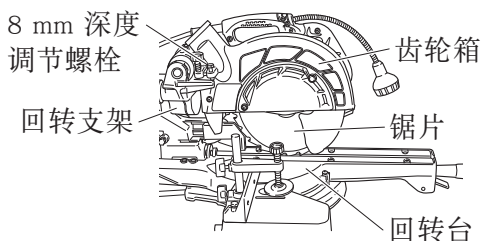
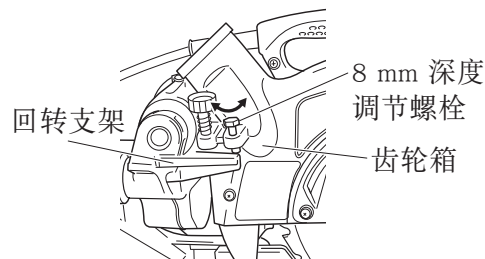

图 5
图 6
2. 检查锯片的下限位置(图 5 与图 6)
如需调节锯片的下限位置,请遵循下列第(1)步。(图 6)
直角切割工件的高度超过 65 mm、左斜角切割工件的高度超过 60 mm 或者右斜角切割工件的高度超过 45 mm 时,请按照电动头底座(图 5)不会与工件接触的原则调节下限位置。